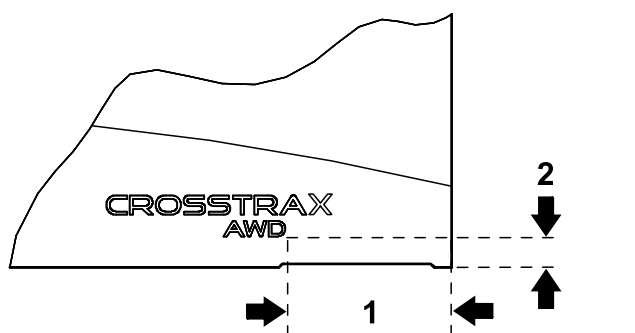

Figura 15
2. Usando las dimensiones indicadas en la Figura 15, coloque una pegatina CROSSTRAX en la esquina inferior trasera de cada lado del capó.